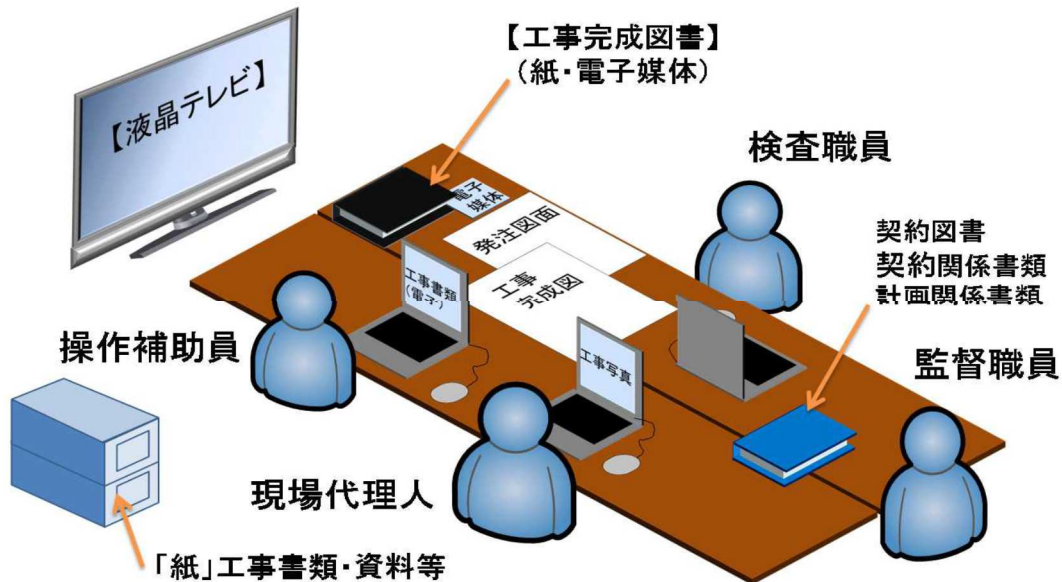

図2 検査会場の配置
④ 検査会場準備
- 検査会場に検査対象書類及び機器の配置をしてください。（図2参照）